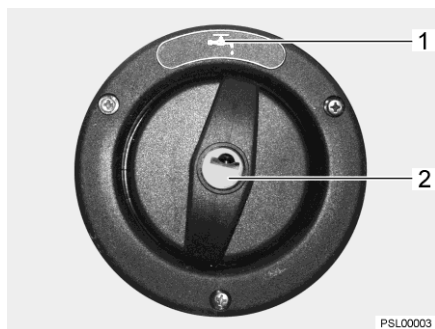

Fig. 120 Coperchio per bocchettone di riempimento dell'acqua potabile
Il bocchettone di riempimento dell'acqua potabile è contrassegnato dal simbolo "☞" (Fig. 120,1). Il coperchio viene aperto e chiuso con la chiave per le serrature degli sportelli esterni.
- Inserire la chiave nel cilindro della serratura (Fig. 120,2) e ruotare in senso antiorario di un quarto di giro.
- Aprire il bocchettone di riempimento dell'acqua potabile (Fig. 120).